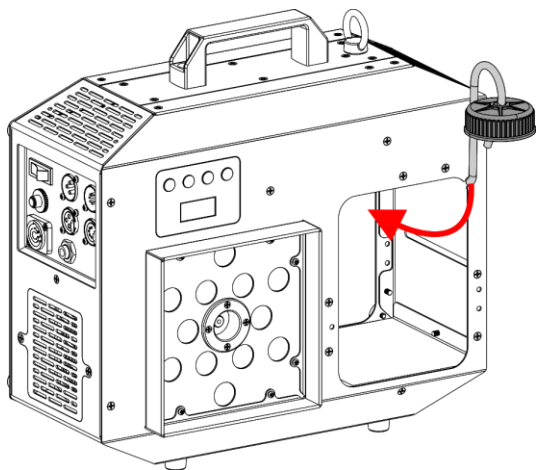

Fig. 16
- 11) Estrarre il tubo di gomma dal foro sulla parte anteriore, come mostrato nella Fig. 16.